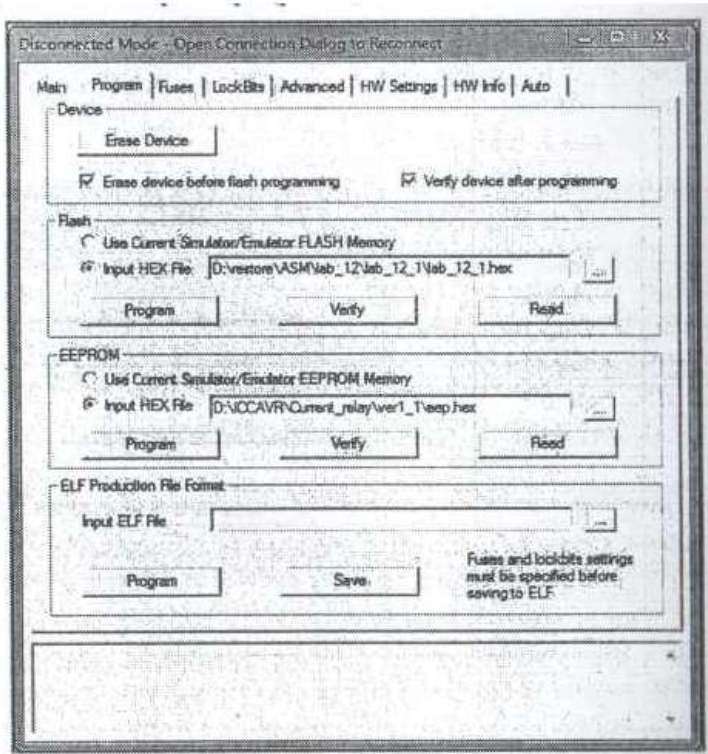

Рис. 6. Окно программирования микроконтроллера
-если номер USB COM-порта соответствует указанным требованиям, то происходит подключение микроконтроллера к среде AVR-Studio и появляется окно программирования контроллера (рис. 6);